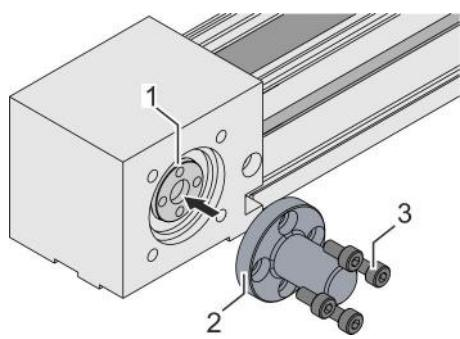

Abb. 31: Antriebswelle montieren
1. ► Antriebswelle (Abb. 31/2) auf die Zahnrämenwelle (Abb. 31/1) setzen.
2. ► 4 Schrauben (Abb. 31/3) diagonal im Wechsel festziehen: